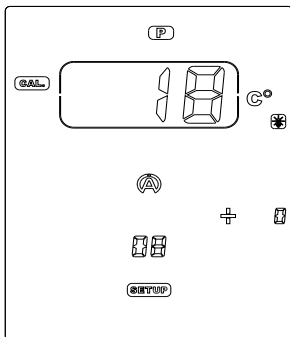

Abbildung 23
- 2) Schließen Sie den Temperatursensor an (Abbildung 23).